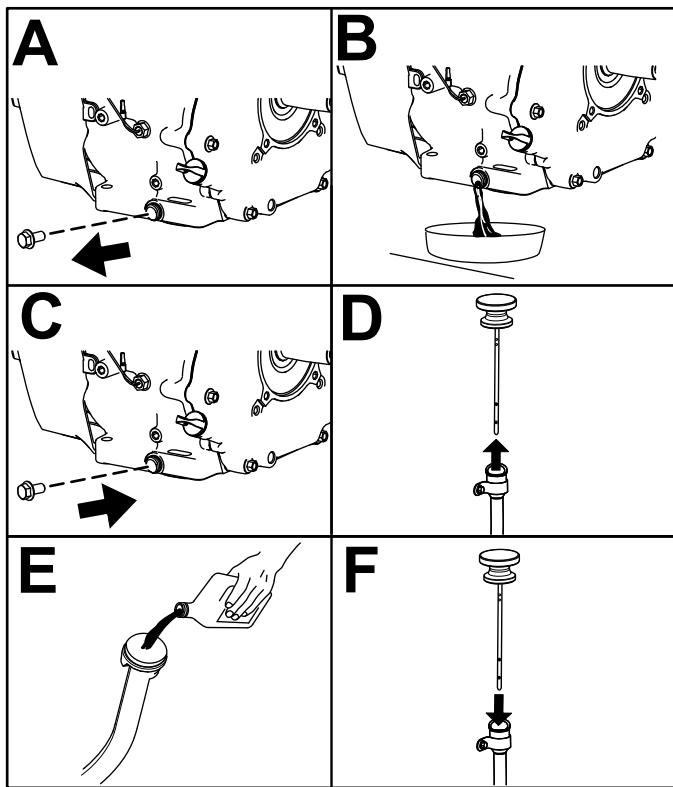

Figura 40
6. Schimbați uleiul de motor conform indicațiilor din Figura 40.